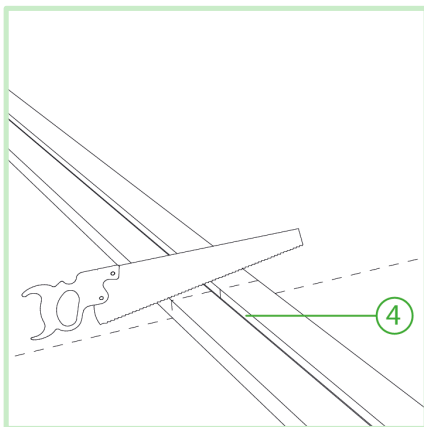
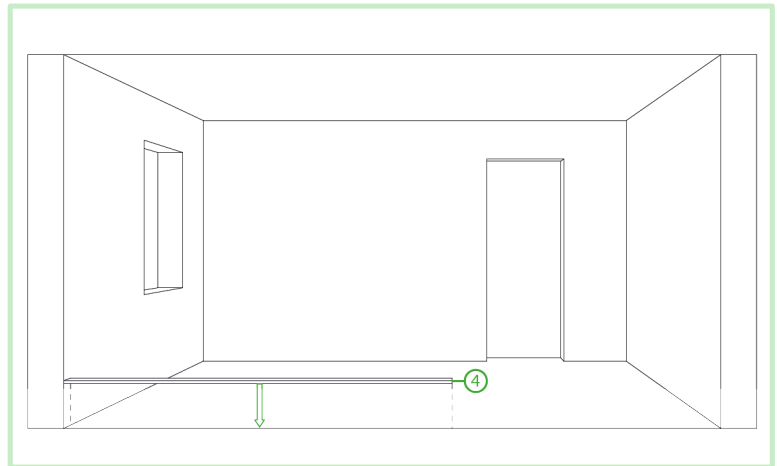

Abbildung 2: Zuschnitt
Abbildung 3: Ausrichten und Bohrungen markieren
Die C3W-Anschlusselemente (4) werden auf Länge gebracht (Abb.2), an den Befestigungsstellen vorgebohrt und ausgelegt (Abb.3). Die Position der Bohrungen wird auf dem Untergrund markiert. Anschließend wird in den Untergrund vorgebohrt bzw. gedübelt.